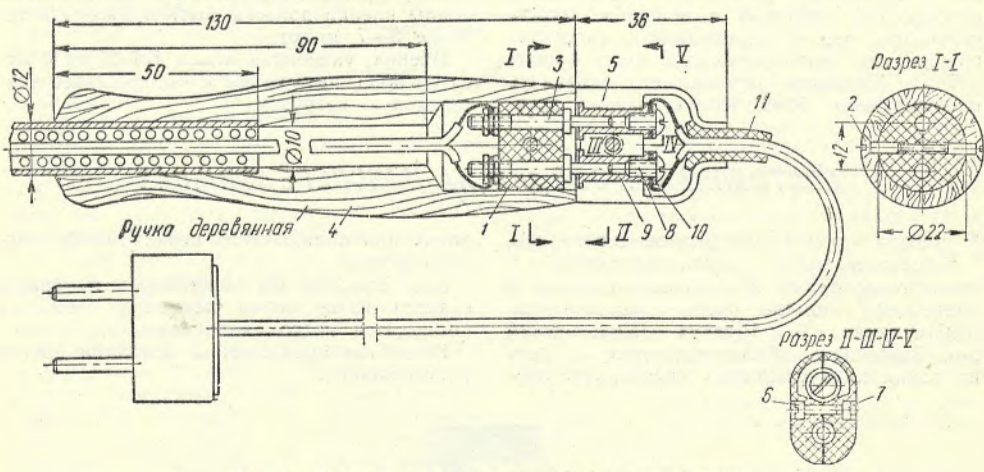

Рис. 1. Общий вид предлагаемой конструкции:
Я хочу предложить несложную реконструкцию, доступную каждому мастеру-ремонтнику и киномеханику. Шнур питания соединяется не непосредственно с нагревательным элементом, а через штепсельный разъем, находящийся при вводе в ручку паяльника (рис. 1). Штеккерная часть
разъема 1 (колодка) вставляется в гнездо, сделанное в ручке паяльника, и крепится в последней двумя винтами М3 (2) с конической головкой (рис. 1, разрез I—I). К штеккерам 3 подсоединяются концы шнура от нагревателя при помощи гаек. Гнездовая часть — разъемная, состоит из двух одинаковых колодок 5 и скрепляется винтом М3 с гайкой (разрез II—V, 6, 7). Концы шнура питания паяльника подсоединяются винтами М4 (8) к гнездам 9.